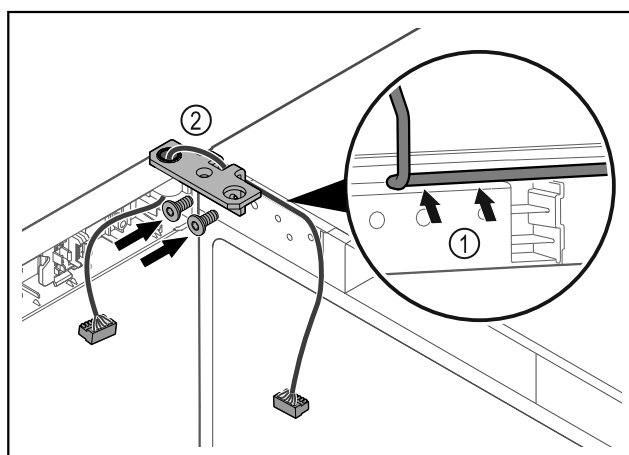

Fig. 44
- Ved'te kabel skrz vybraní úhelník závěsu a opatrně jej položte Fig. 44 (1).
- Našroubujte úhelník závěsu Fig. 44 (2).